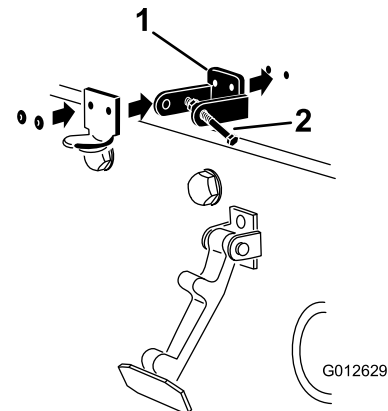

Figura 8
4. În timp ce aliniați orificiile de montare, poziționați pe capotă suportul de blocare CE și suportul clichetului capotei (Figura 8).
6. Nituii suportul și aibele pe capotă (Figura 8).